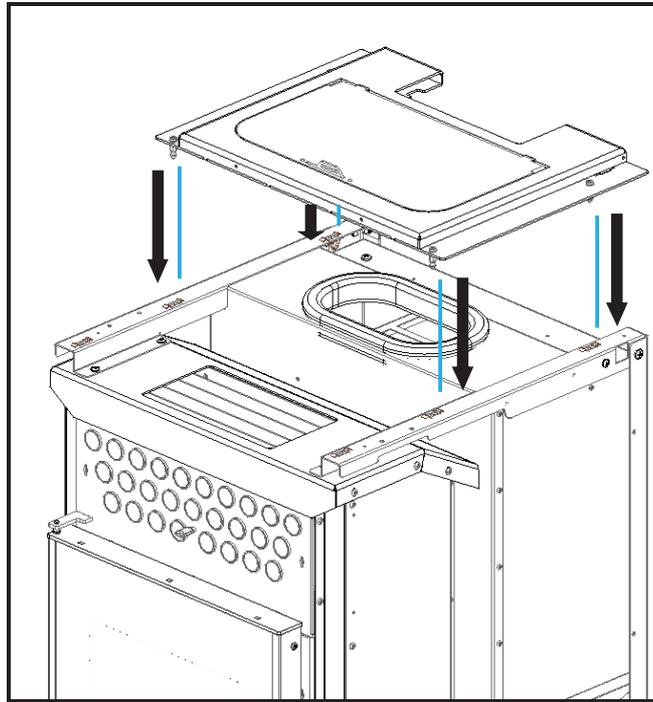

Figura 83 – Colocación tampón superior
a) Colocar la cabeza superior como se muestra en la Figura 83. Para asegurar que la tapa se coloca correctamente, contiene cuatro pasadores en la parte inferior que deberían participar los resortes que se encuentran en la estructura.